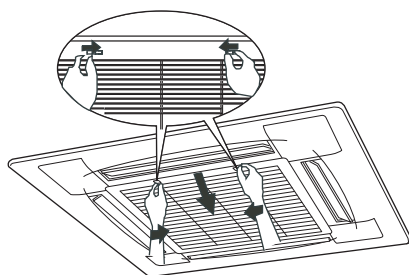
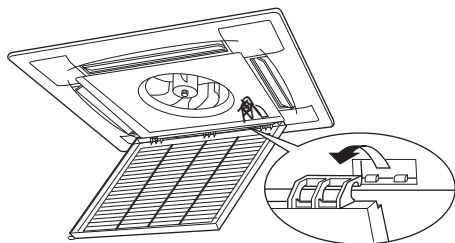

Fig.6-1
Fig.6-2
- ♦ Mueva los interruptores de la rejilla simultáneamente, como se indica en la Fig.6.1. A continuación, tire hacia abajo de la rejilla de entrada de aire (junto con el filtro de aire, como se muestra en la Fig. 6.2).
2. Saque la rejilla de entrada de aire (juntamente con el filtro de aire tal y como se muestra en la Fig.6-2.)